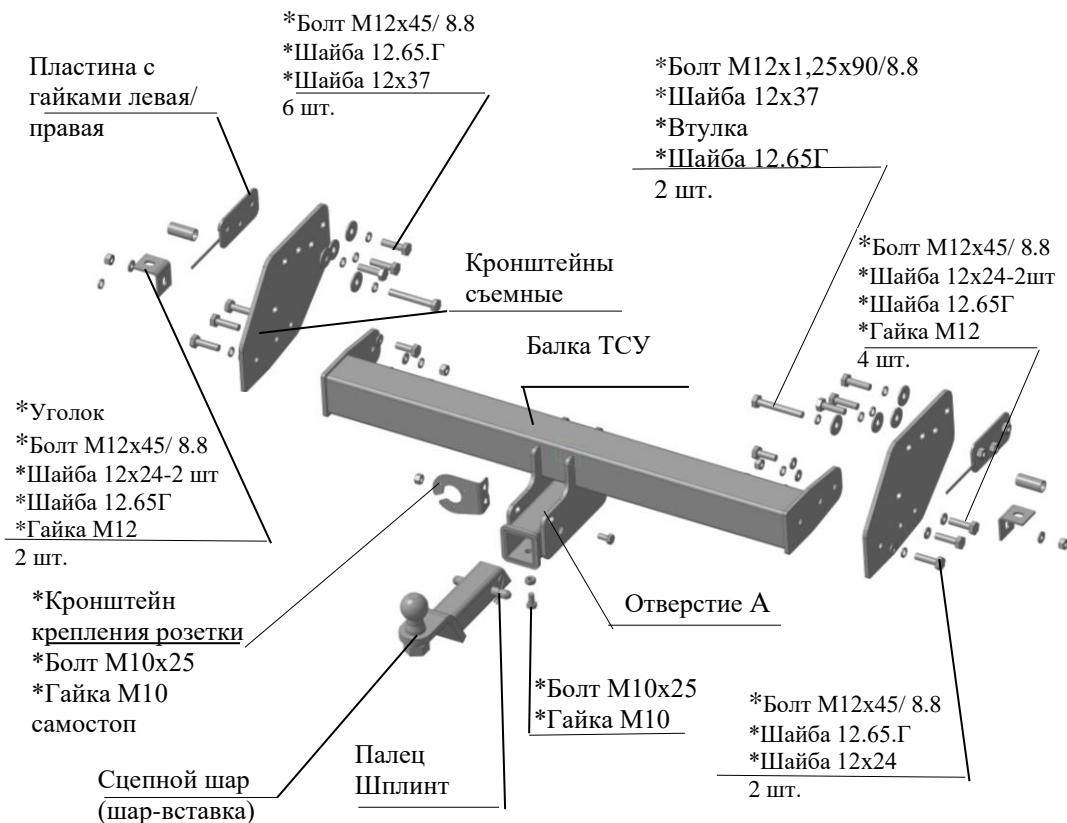

Рис.1 Тягово-сцепное устройство ТСУ 8031.
2.1 ТСУ 8031 в сборе (рис.1)	1 шт.
2.2 Пакет с комплектующими (см. рис.1)+защитный колпак	1+1 шт.
4.2 Установить левый съемный кронштейн на левую внутреннюю стенку рамы автомобиля, вставив в раму пластину с гайками, закрепив крепежом соответственно рис.1, и болтом M12x1,25x90, используя крепеж соответственно рис.1 и гайки штатные. Крепеж не затягивать.
4.3 Установить уголок к нижней поверхности рамы (используя штатный крепеж) и закрепить к левому съемному кронштейну крепежом соответственно рис.1. Крепеж не затягивать.
4.5 Установить балку ТСУ к съемным кронштейнам, используя крепеж соответственно рис.1.